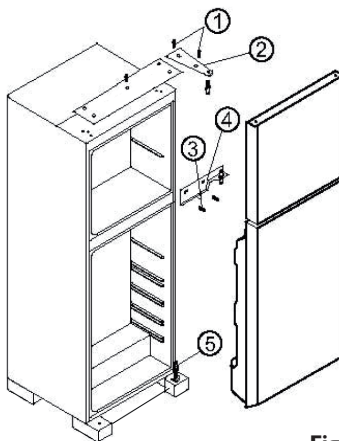

Fig. 1
- Rimuovere la cerniera togliendo le viti (Fig. 1, n. 1 e 2), rimuovere la porta del comparto superiore e collocarla in un luogo sicuro.
- Per la porta inferiore, rimuovere il supporto centrale allentando le viti di fissaggio. (Fig. 1, n. 3 e 4)
- Sollevare quindi la porta inferiore dal perno della cerniera (Fig. 1, n. 5) e riporla in un luogo sicuro.